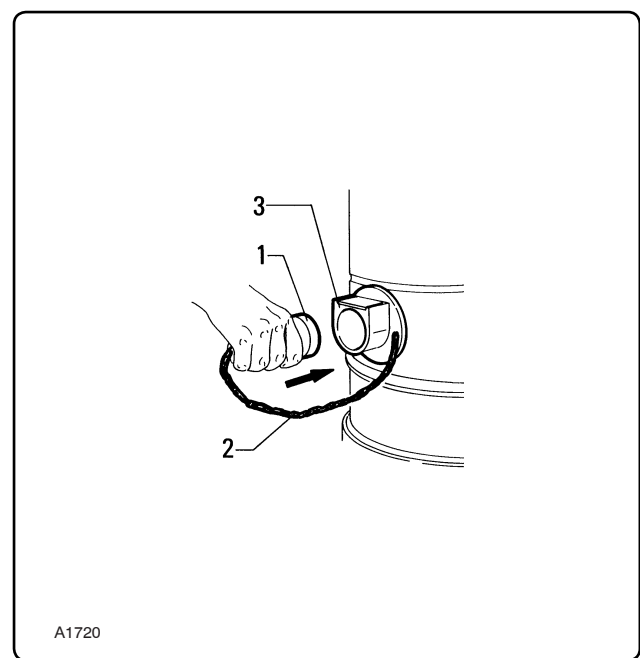

Fig. 6.7.2
- c - tappo "1" di chiusura del bocchettone "3" fig. 6.7.2. Ogni volta si intenda scuotere il filtro, occorre sganciare il tubo di aspirazione dal bocchettone "3" e mettervi il tappo "1" così da evitare la fuoriuscita delle polveri. Il tappo "1" viene fissato all'aspiratore mediante la catena "2".
- c - plug "1" to close mouth "3" fig. 6.7.2. Each time the filter must be shaken, release the suction pipe from mouth "3" and fit on plug "1", thus preventing dust from escaping. Plug "1" is fixed to the vacuum by chain "2".
- c - bouchon "1" de fermeture de l'embout "3" fig. 6.7.2. Chaque fois que l'on souhaite secouer le filtre, il faut décrocher le tuyau d'aspiration de l'embout "3" et mettre le bouchon "1" pour éviter la sortie des poussières. Le bouchon "1" est fixé à l'aspirateur par une chaîne "2".
- c - tapón "1" de cierre de la boca "3" fig. 6.7.2. Cada vez que se quiera sacudir el filtro, es necesario desacoplar el tubo de aspiración de la boca "3" y colocar el tapón "1" para evitar que salga el polvo. La cadena "2" fija el tapón "1" al aspirador.